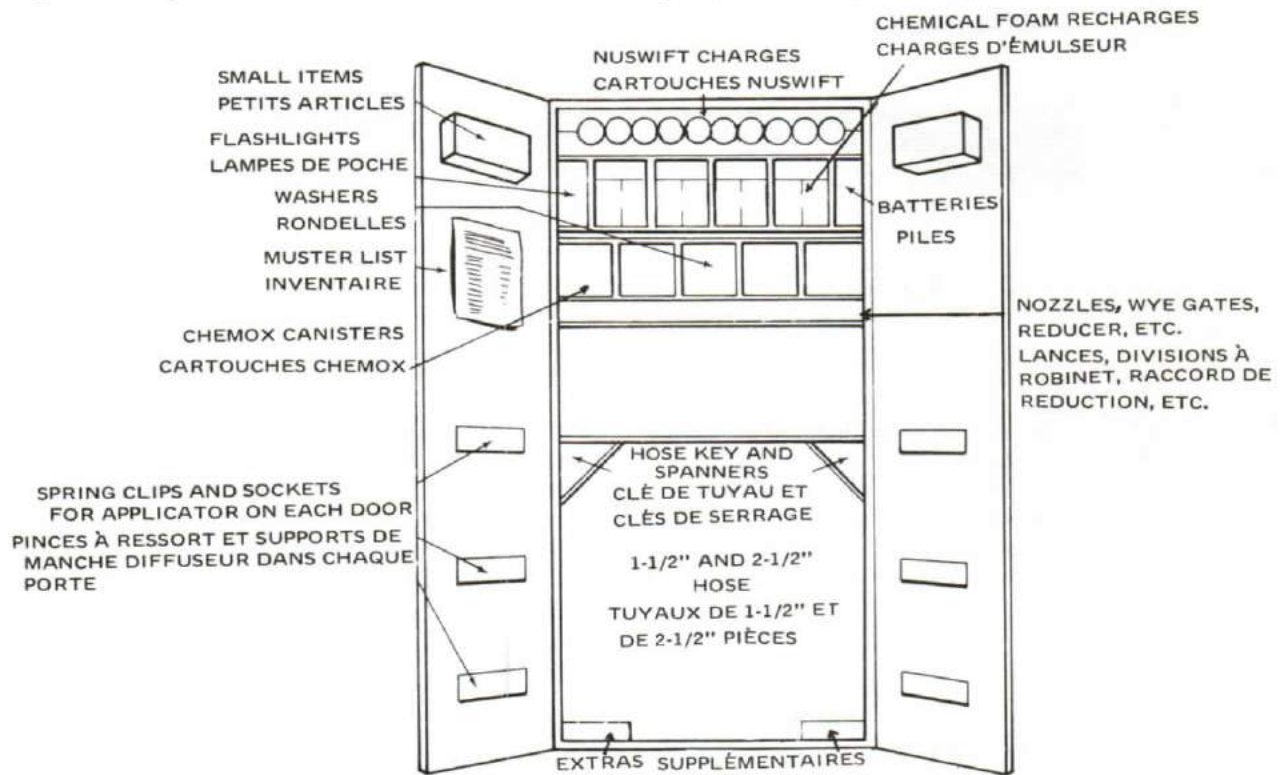

Figure 8-70
1. Firefighting Locker - Every section base has its firefighting locker. This locker contains equipment necessary to maintain and augment the section's firefighting equipment. The locker contents are stowed in a standard method (a chart of the contents is posted on the inside of the locker door) to help a man find what he is looking for. See Figure 8-70.
1. L'armoire à incendie. Chaque poste de section dispose d'une armoire à incendie où est rangé l'outillage d'entretien et des appareils à incendie qui s'ajoutent à ceux que possède déjà le poste. Le matériel est rangé suivant un plan normalisé, représenté par un tableau affiché à l'intérieur de la porte, afin de faciliter le repérage (voir la figure 8-70).